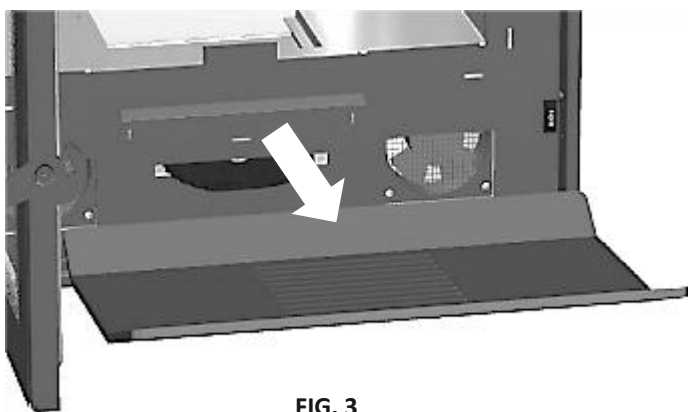

FIG. 3
1. Retirar del aparato el fondo, el revestimiento de vermiculita y los deflectores. **Prestar atención a las piezas de vermiculita, pueden romperse.** (Fig. 3)